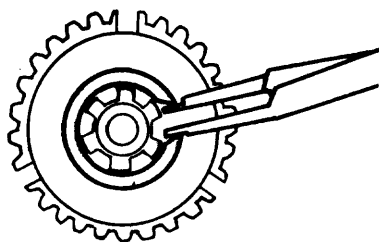

Fig. 6
- ___ b Asegure el eje en una morsa con mordazas de bronce y retire el seguro de fijación del sincronizador (fig. 6).